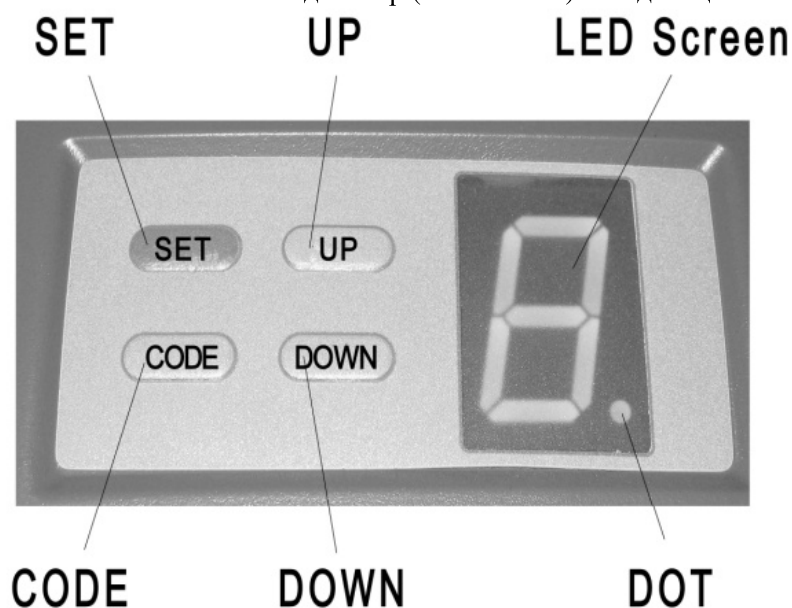

Рис. 5. Панель управления Таблица 4.
- Сразу после включения вилки в розетку кратковременно загорится лампа освещения (подсветка), а индикатор на панели управления привода (рис. 5) отобразит цифры от «9» до «1», после чего привод перейдет в режим ожидания (на индикаторе высветятся символы «П» или «-»). Если вышеописанной индикации нет, отключите привод из розетки и внимательно проверьте все подключения (сверьтесь с разделом «Неисправности и рекомендации по их устранению»).
Настройка привода осуществляется при помощи панели управления (рис. 5), на которой расположены четыре кнопки, двоянный 7-сегментный индикатор (LED Screen) и индикационная точка (DOT).